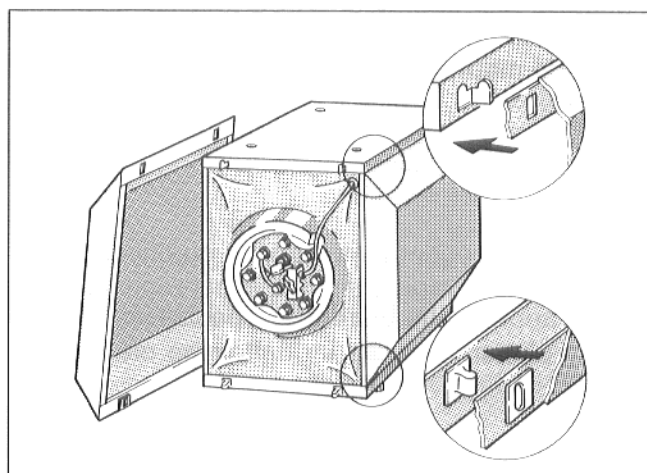

Fig. 15
En cas de transport sans emballage, il est possible de retirer le panneau de façade et les panneaux latéraux afin d'éviter de les endommager (fig. 15).
- Tirer le bas du panneau de façade/panneau latéral vers l'avant et décrocher le haut des crochets du corps du préparateur (fig. 15).